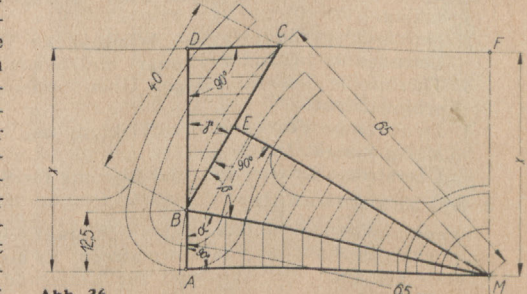

Abb. 36
1. Lösung: Die Entfernung $MF = x$ kann nach Abb. 36 als Summe zweier Strecken AB und BD ausgedrückt werden. Strecke AB ist nach der Zeichnung mit 12,5 mm gegeben, die Größe der Strecke BD läßt sich als größere Kathete aus dem Dreieck CBD ermitteln. Der Rechnungsgang ist folgender:
Aus dem rechtwinkligen Dreieck MAB (Abb. 36) läßt sich zunächst mit Hilfe der gegebenen Kathete AB (Ankathete des Winkels α) und der gleichfalls bekannten Hypotenuse MB der Winkel α berechnen; es gilt die Cosinusfunktion Gl. (6):
Aus dem rechtwinkligen Dreieck MEB (Abb. 36) läßt sich weiterhin mit Hilfe der gegebenen Kathete BE (Ankathete des Winkels β) und der gleichfalls bekannten Hypotenuse BM der Winkel β berechnen; es gilt die Cosinusfunktion Gl. (6):
Der in Abb. 36 im rechtwinkligen Dreieck BCD eingetragene spitze Winkel γ ergibt sich nunmehr als Differenz der Winkelsumme $(\alpha + \beta)$ von 180° ; es wird also $\gamma = 180^\circ - (\alpha + \beta) = 180^\circ - (78^\circ 55' + 72^\circ 5') = 180^\circ - 151^\circ = 29^\circ$; $\gamma = 29^\circ$.
Endlich kann aus dem rechtwinkligen Dreieck BDC (Abb. 36) mit Hilfe des errechneten Winkels γ und der gegebenen Hypotenuse die Strecke BD (Ankathete des Winkels γ) bestimmt werden; es gilt die Cosinusfunktion Gl. (6): $\cos \gamma = \frac{BD}{BC}$.
2. Lösung: Statt des Winkels α bei B (Abb. 36) könnte auch der Ergänzungswinkel bei M errechnet werden; es findet dann die Sinusfunktion nach Gl. (5) Anwendung: $\sin BMA = \frac{AB}{MB} = \frac{12,5}{65} = 0,19231$; Winkel $BMA = 11^\circ 5'$ oder $\alpha = 90^\circ - 11^\circ 5' = 78^\circ 55'$.
Statt des Winkels β bei B (Abb. 36) könnte auch der Ergänzungswinkel bei M errechnet werden; es findet dann die Sinusfunktion Gl. (5), Anwendung: $\sin BME = \frac{BE}{BM} = 0,30778$; Winkel $BME = 17^\circ 55'$ oder $\beta = 90^\circ - 17^\circ 55' = 72^\circ 5'$.
Die Gleichung $0,87462 = \frac{BD}{40}$ ergibt sich auch, wenn statt mit dem Winkel γ bei B (Abb. 36) mit dem Ergänzungswinkel bei C, also mit $90^\circ - 29^\circ = 61^\circ$ gerechnet wird; es findet dann die Sinusfunktion nach Gl. (5) Anwendung: $\sin 61^\circ = \frac{BD}{40}$ oder